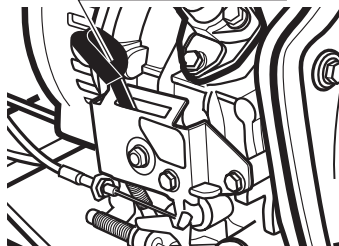

Рис. 9
- Установите рычаг пуска/остановки двигателя в положение «Пуск» (рис. 9).
• На моделях УГД-3000Е РЕЗЕРВ, УГД-4500Е РЕЗЕРВ, УГД-5500Е РЕЗЕРВ, УГД-6500Е РЕЗЕРВ, УГД-7000Е РЕЗЕРВ, УГД-8000Е РЕЗЕРВ: Установите рычаг пуска/остановки двигателя в положение «Пуск» (рис. 9).